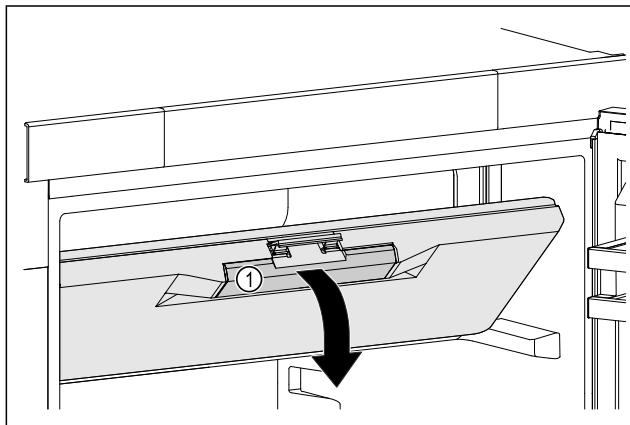

Fig. 43
- ▶ Tag fat i frostbokslågen i de forsænkede greb Fig. 43 (1).